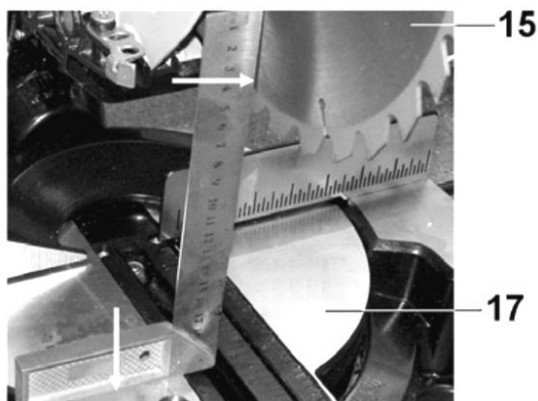
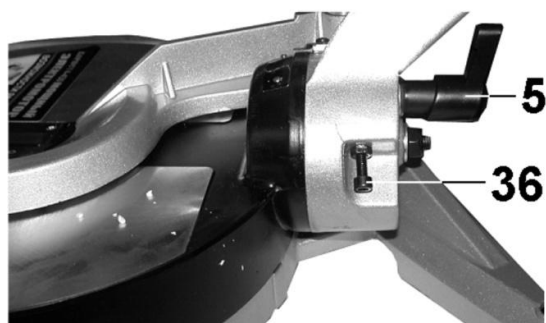

Рис. 3
Рис. 4
- Для регулирования положения пилы в 90° ослабьте винт фиксации наклона пилы (5) (См. Рис.4), приведите пилу в крайнее правое положение, ослабьте стопорную гайку регулировочного болта (36) (См. Рис.4), и, используя угольник, установите угол пильного диска в 90° относительно поворотного стола (14) (См. Рис. 3).
- Затяните стопорную гайку регулировочного болта (32).
- При необходимости ослабьте винт фиксации (46) указателя (33). Стрелку указателя (33) совместите со значением 0° на шкале (34). Положение указателя (33) зафиксируйте винтом фиксации (46).